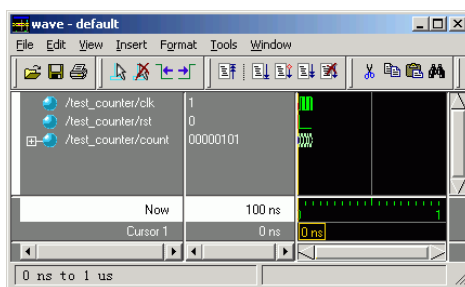

图3-27 仿真运行后的波形窗口
7. 运行仿真。从主菜单中选择【View】/【All Windows】命令，打开所有 ModelSim 的窗口，根据设计的不同可使用的全部窗口有所不同。在信号窗口中使用【Add】/【Wave】/【Signal in Region】命令，添加所在层次所有信号到波形窗口。然后在主窗口、波形窗口或者源文件窗口中单击 按钮，仿真运行 100ns，100ns 是默认的仿真长度，波形窗口中将显示仿真的波形如图 3-27 所示。在主窗口“VSIM”提示符下键入 run 500 命令，仿真将会再继续运行 500ns，总共运行了 600ns。